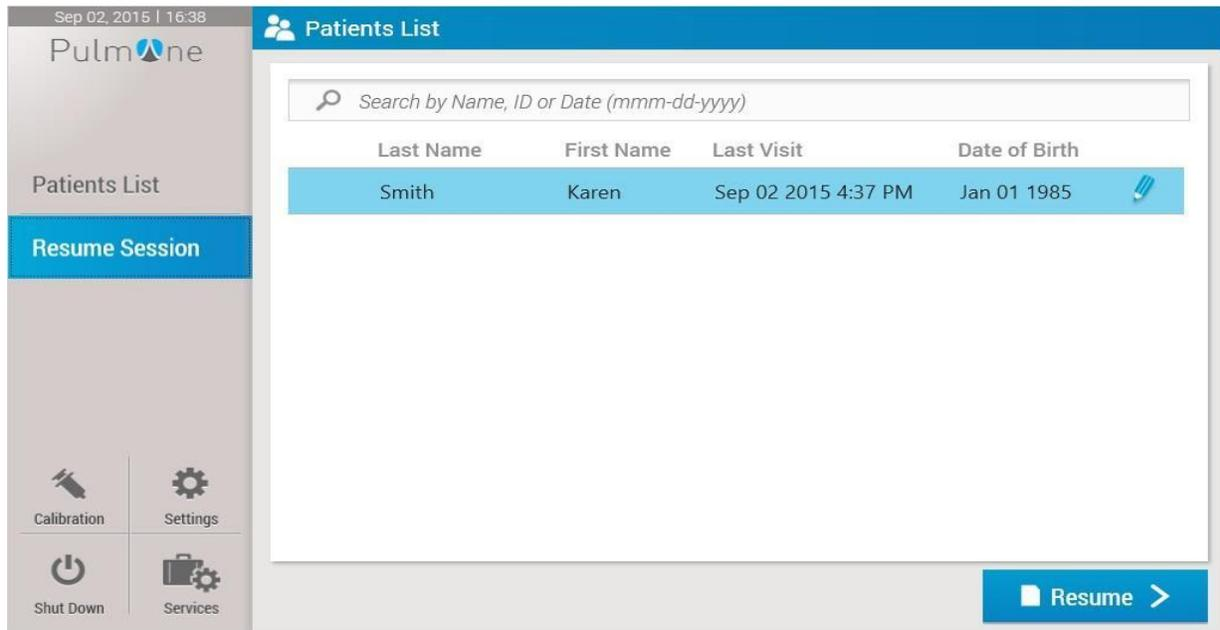

Abbildung 70: Sitzungsliste fortsetzen
- b. Andernfalls wählen Sie im Hauptfenster (siehe Abbildung 70) im linken Bereich die Option „**Sitzung fortsetzen**“ aus.